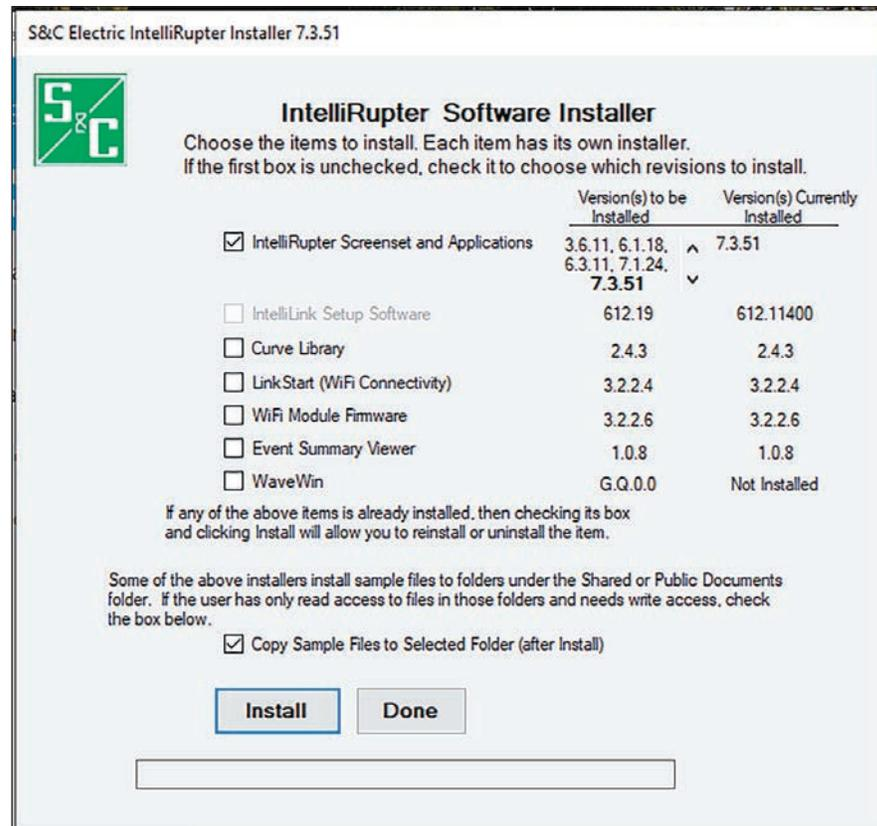

Figura 7. Las revisiones del software del IntelliRupter instalado se muestran cuando la instalación está completa.
PASO 12. Cuando la instalación esté completa para todos los componentes seleccionados, el cuadro de diálogo del IntelliRupter Software Installer (Instalador de Software del IntelliRupter) se abrirá y mostrará el número de revisión de cada componente del software instalado en la columna del lado derecho. Ver Figura 7.